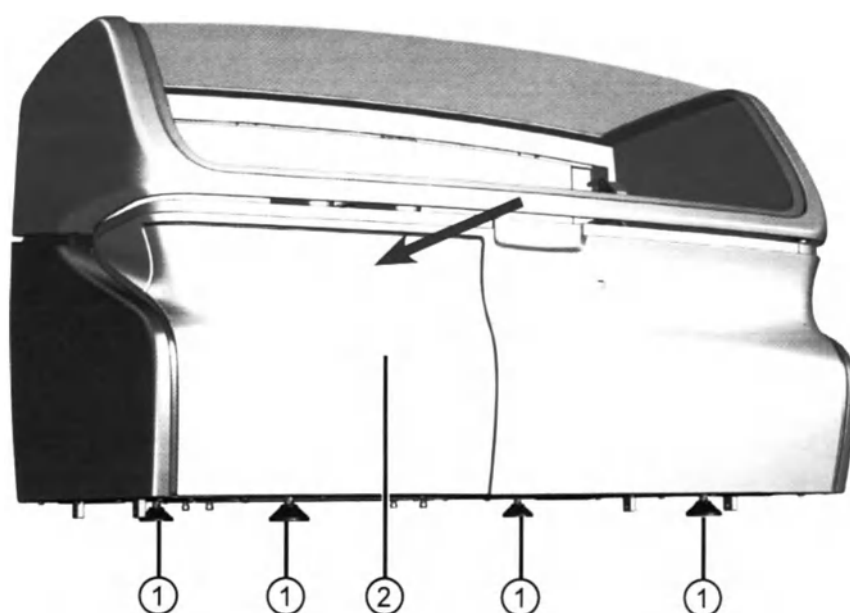
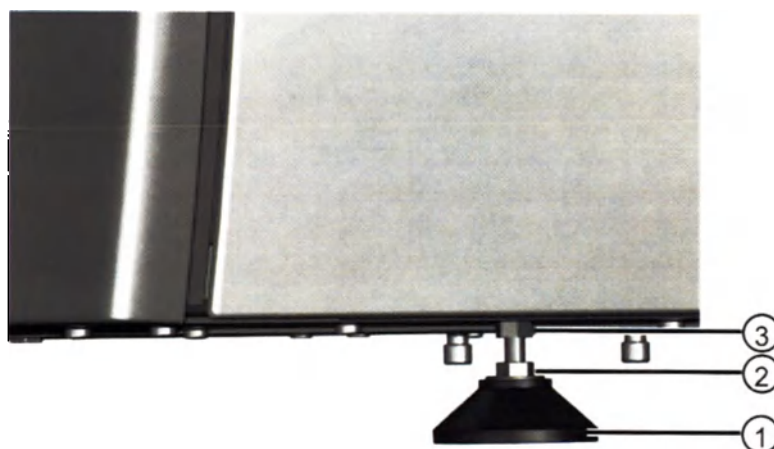

Рис. 4 Регулировка ножек и открытие главной крышки
Рис. 5 Фиксация ножек
Фиксация положения	Продвиньте прибор на место его установки, плавно толкая его. Прибор установлен на колеса для возможности перемещения. Зафиксируйте прибор на его позиции. Открутите четыре регулировочные ножки (1) до касания пола (см. Рис. 4). Выставьте прибор по уровню, ввинчивая или отвинчивая ножки. Используйте ключ для вращения гайки (2) (см. Рис.5), когда ножки упрутся в пол. Когда выровняете прибор, зафиксируйте ножки контргайкой, уперев её в верхний край. Не вывинчивайте ножки слишком сильно, иначе они могут выкрутиться из прибора.
Передняя крышка расположена слева на передней панели (2). Для открытия крышки потяните ее рукой для разблокирования удерживающего магнита. Далее опускайте крышку для доступа к отсеку. Для закрытия крышки поднимите ее до захвата ее удерживающим магнитом. См. Рис.4